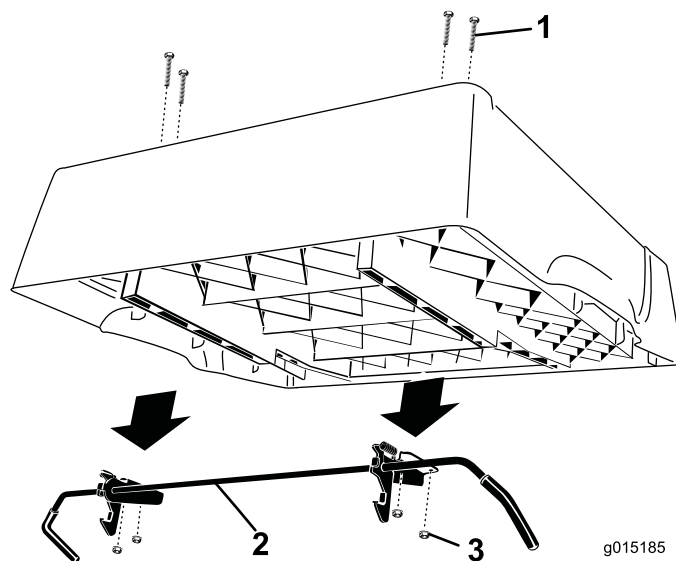

Figure 3
5. Retirez les 4 écrous à embase qui fixent les supports de tige de verrouillage ç la surface inférieure du plateau (Figure 3). Déposez et mettez de côté la tige et les verrous. Laissez les boulons de carrosserie